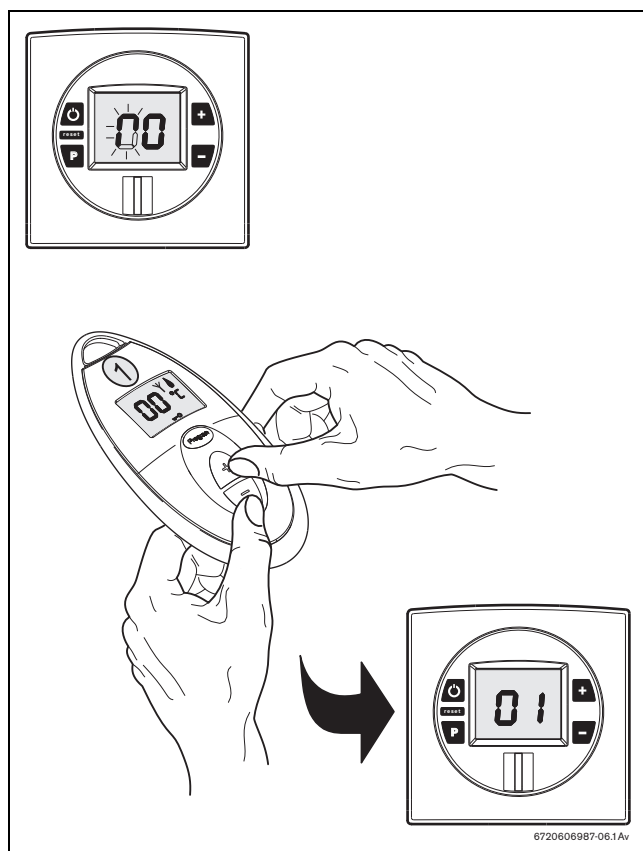

Fig. 29 Activer la télécommande
- Diriger la télécommande vers l'appareil et, en même temps, appuyer sur les boutons  et  se trouvant sur la télécommande (Fig. 29).
- Si l'eau chaude ne coule pas, appuyez et tenez le "☀" et "☾" ou les touches du dispositif (télécommande ou chauffe-eau) fermés pendant 5 secondes jusqu'à ce que le symbole " ➡ " (Fig. 29, Pos. 6) disparaisse.